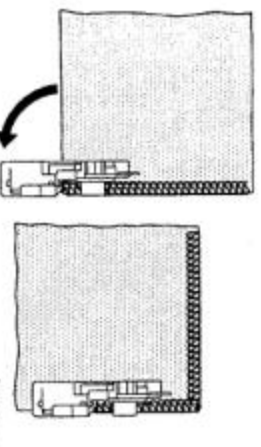

Fig. 1
3. Draai de stof, laat het voetje op de stof zakken en naai in de nieuwe naarrichting. Fig. 1.